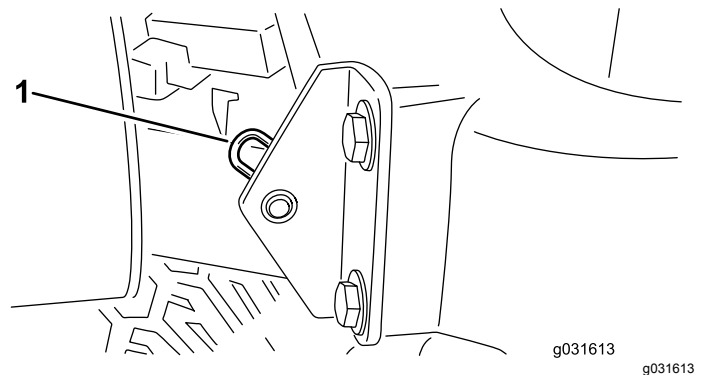

Figura 57
2. Togliete la coppiglia che fissa il perno del cofano alle staffe di montaggio (**Figura 57**).